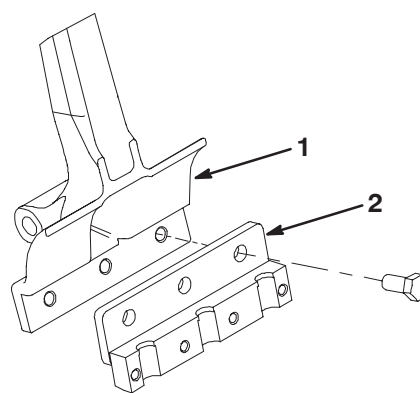

Bild 23
2. Befestigen Sie einen Stachelhalter mit drei 1/2 x 1-1/4 Zoll Kopfschrauben an jedem Stachelarm (Bild 23). Ziehen Sie die Kopfschrauben mit 102 Nm an. (Kopfschrauben liegen den Stachelhalterungen bei).